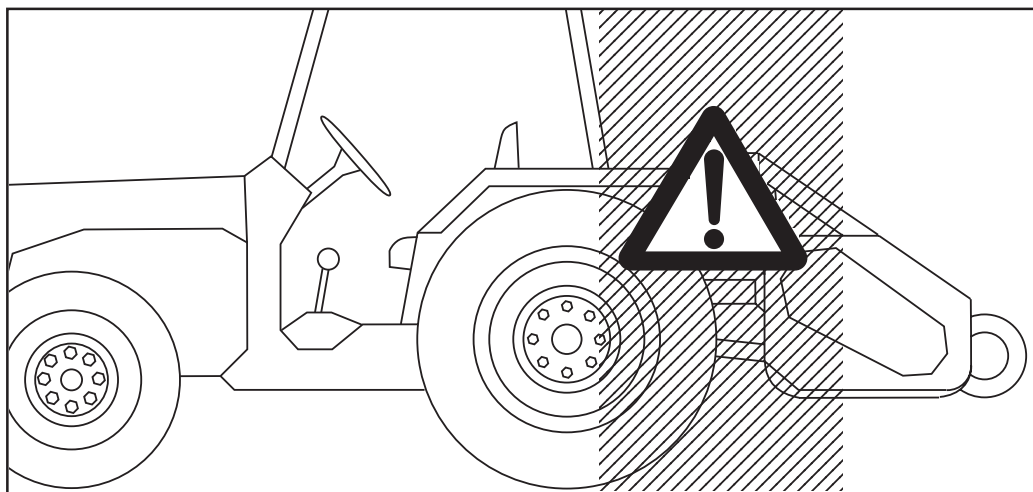

Fig. 7
- 24) È assolutamente vietato interporre tra il trattore e la macchina (Fig. 7) con motore acceso e cardano inserito nonché senza aver azionato il freno di stazionamento ed aver inserito, sotto le ruote, un ceppo o un sasso di bloccaggio. Mantenersi ad una distanza di sicurezza dalla macchina in lavoro, per possibili lanci di corpi contundenti.
- 28) È assolutamente vietato interporre fra il trattore e l'attacco della macchina per manovrare il comando dall'esterno per il sollevamento (Fig. 7).
- 24) *It is absolutely forbidden to stand between the tractor and the implement (Fig. 7) when the engine is running and the cardan shaft is engaged without having first engaged the hand brake and placed a block or stone under the wheels to prevent them from moving. Keep a safe distance from the shredder at work to avoid being hit by possible flying stones, etc.*
- 28) *It is absolutely forbidden to stand between the tractor and the implement when manoeuvring the lift control from the outside (Fig. 7).*